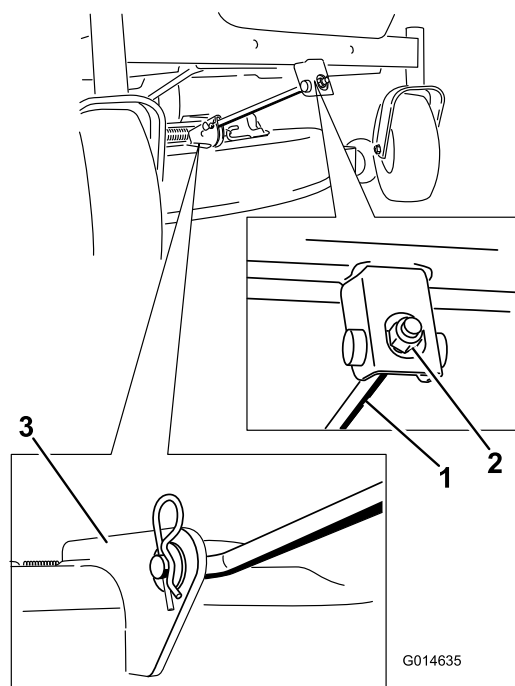

Figura 56
4. Retire la chaveta de la varilla de sujeción delantera y retire la varilla del soporte de la carcasa (Figura 56).
6. Conecte la varilla de sujeción delantera a la carcasa de corte con el pasador y la chaveta (**Figura 56**).